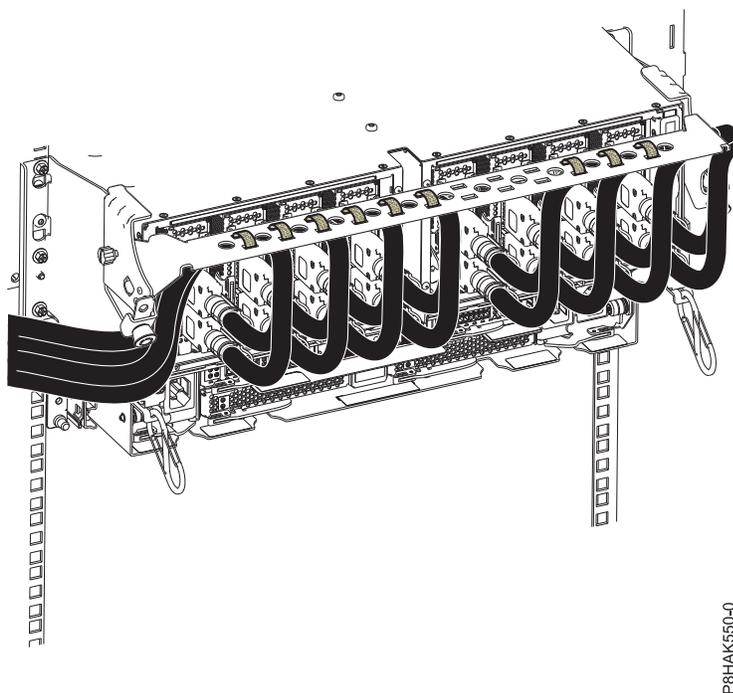

Figura 47. Encaminhar os cabos para o suporte de gestão de cabos
4. Encaminhe o CXP, cabos da gaveta de expansão e cabos de entrada/saída (E/S) para o suporte de gestão de cabos. Consulte Figura 47 na página 47.
- f. Através da utilização de presilhas, encaminhe o fio grosso e a fibra do cabo para o suporte de gestão de cabos conforme demonstrado em Figura 47 na página 47.